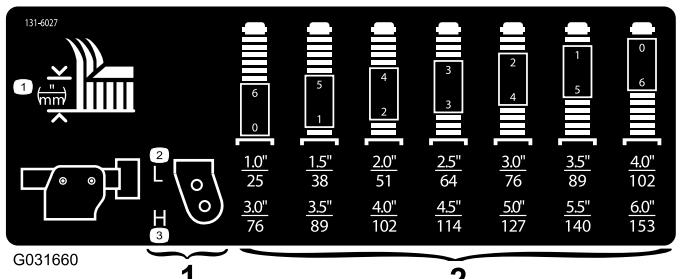

Рисунок 18
3. Поместите оси поворотных колес в одинаковые отверстия во всех поворотных вилках; для определения соответствия отверстий и высоты скашивания см. таблицу (Рисунок 18).
- Примечание:** Для определения правильных комбинаций проставок в зависимости от настройки высоты скашивания см. таблицу (Рисунок 18).